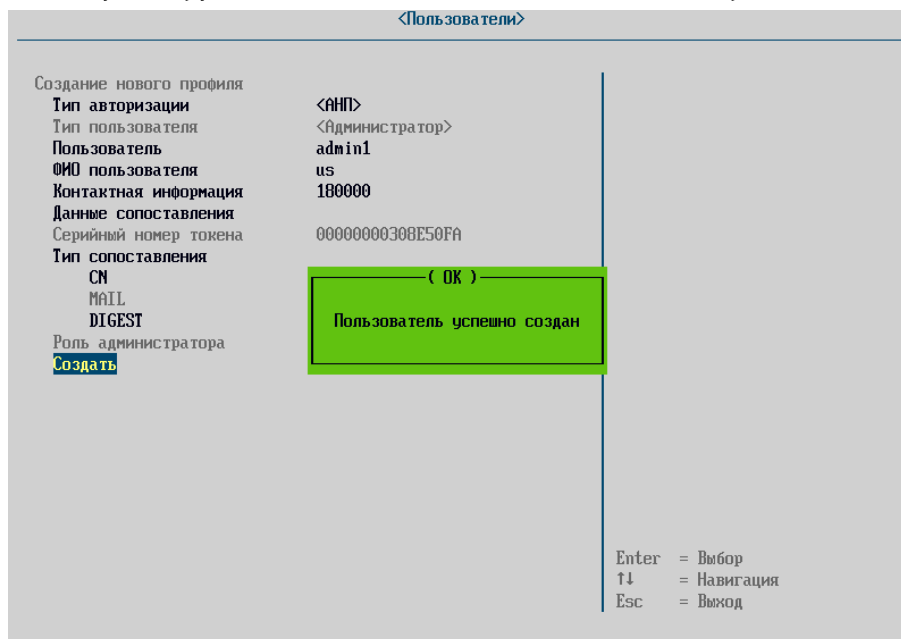

Рисунок 6 – Создание административного пользователя
3) в меню «Создать Администратора» ввести данные для создания административного пользователя, указав в качестве данных сопоставления пользовательский сертификат токена (см. рисунок 6). Подробно процедура создания пользователя описана в пункте 4.6.1.1;